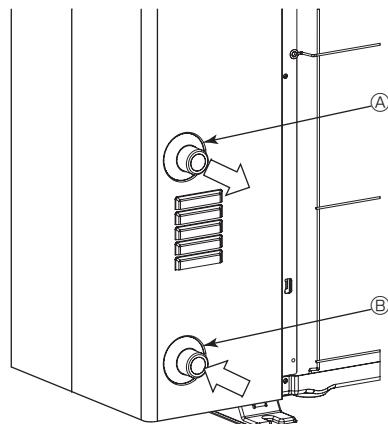

Fig. 5-1
5.1. Waterleidingverbinding (Fig. 5-1)
- De positie van de inlaat- en uitlaatbuizen wordt getoond in Fig. 5-1.
- [Fig. 5-1]